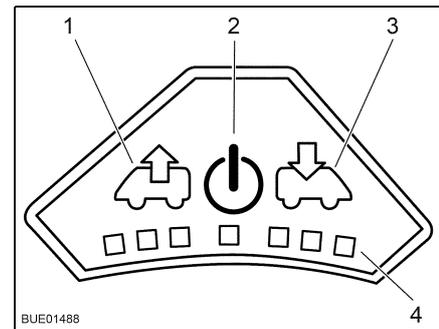

Bild 36 Bedienfeld des Ventilators
Einschalten: ■ Taste Ein/Aus (Bild 36,2) drücken. Der Ventilator läuft im Komfortmodus (Entlüften mit niedrigster Ventilator-drehzahl).
- Um die Ventilatorzahl zu erhöhen: Taste Entlüften (Bild 36,1) drücken. Die Ventilatorzahl in Entlüftungsrichtung nimmt um eine Stufe zu. LEDs (Bild 36,4) zeigen die Schaltstufen an.
- Um die Ventilatorzahl zu verringern: Taste Belüften (Bild 36,3) drücken. Die Ventilatorzahl nimmt um eine Stufe ab.
- Um die Ventilatorzahl zu erhöhen: Taste Belüften (Bild 36,3) drücken. Die Ventilatorzahl in Belüftungsrichtung nimmt um eine Stufe zu. LEDs (Bild 36,4) zeigen die Schaltstufen an.
- Um die Ventilatorzahl zu verringern: Taste Entlüften (Bild 36,1) drücken. Die Ventilatorzahl nimmt um eine Stufe ab.
- Taste Ein/Aus (Bild 36,2) drücken. Der Ventilator stoppt, die LEDs erlöschen.